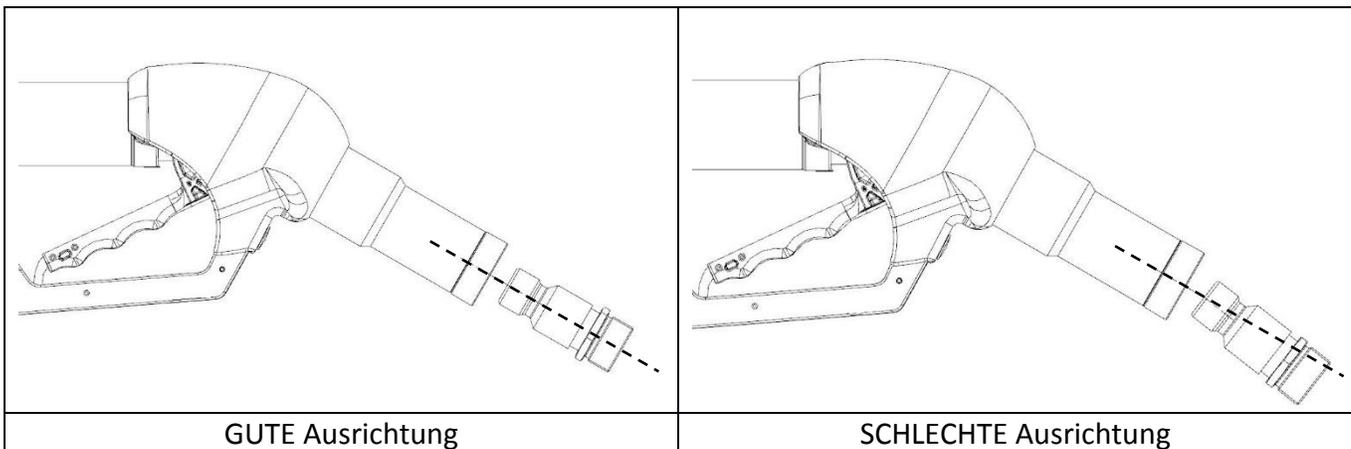

Abbildung 4: Richtige Ausrichtung der Aufnahme
ANMERKUNG: Es ist wichtig, die Düse mit der Aufnahme auszurichten, um eine einwandfreie Funktion gewährleisten zu können. Siehe Abbildung 4.
4. Ziehen Sie den Düsenhebel, um die Sperre zu öffnen, lassen Sie dann den Hebel ganz los, um die Düse aus dem Tank zu lösen. Es wird ein akustisches "KLICKEN" zu hören sein. Siehe Abbildung 4. Damit wird der Fluss des Flüssiggases unterbrochen und die Düse entlüftet.